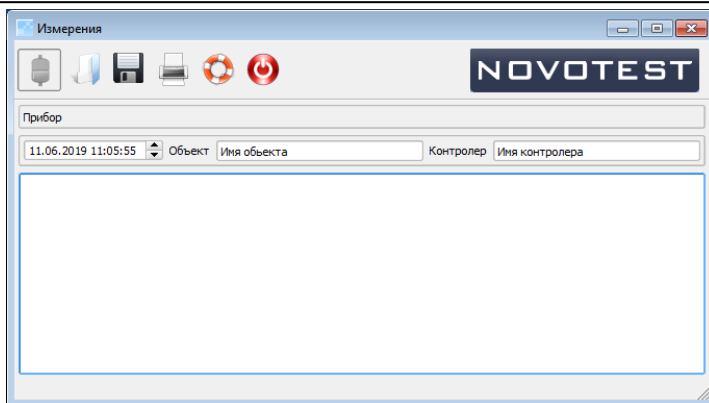

Рисунок 2.16 – Программа «ControlReport»
4. Запустить программу, открыв файл «ControlReport.exe» в папке с программой «ControlReport\_RU\_new» (рис. 2.16).